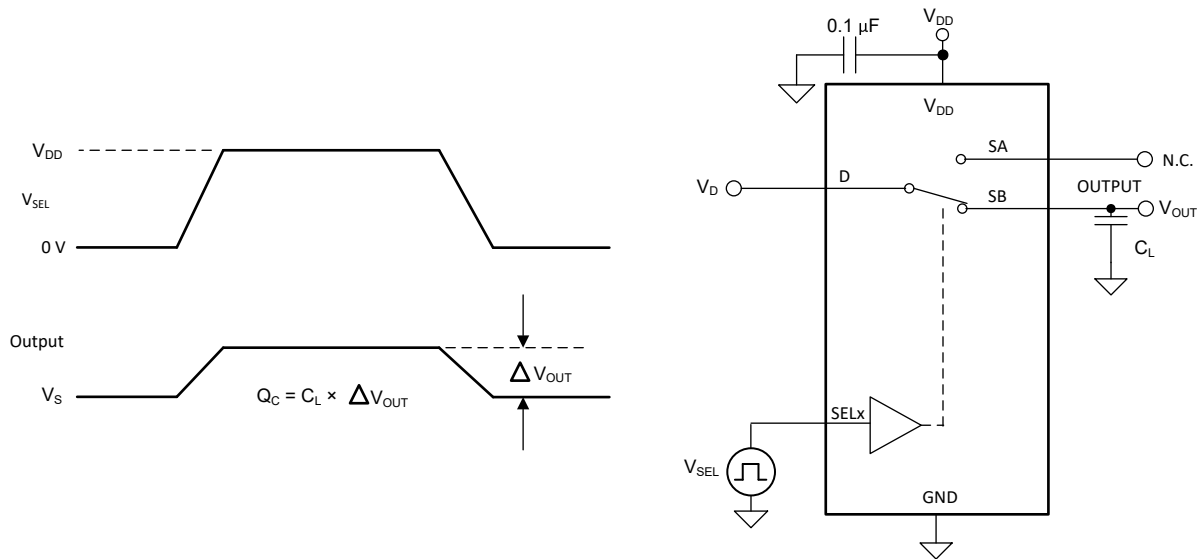

图 14-11. 电荷注入测量设置
电容的任何不匹配都会导致在栅极信号的下降沿或上升沿期间向漏极或源极注入电荷。注入器件源极或漏极的电荷量称为电荷注入，用符号 Q_C 表示。图 14-11 展示了用于测量从漏极 (D) 到源极 (Sx) 的电荷注入的设置。